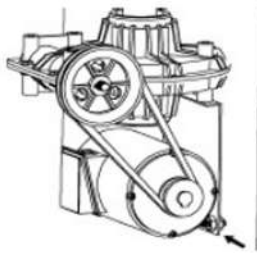

Fig 11
**Aviso:** em caso de perda de potência do toca-discos, verifique se a correia está apertada seguindo os passos: Remova a tampa lateral esquerda desparafusando os parafusos; ajuste os dois parafusos localizados no suporte do motor, mantenha uma distância adequada entre o suporte do motor e a base do motor; aperte os parafusos para a tensão da correia. (Fig. 11)